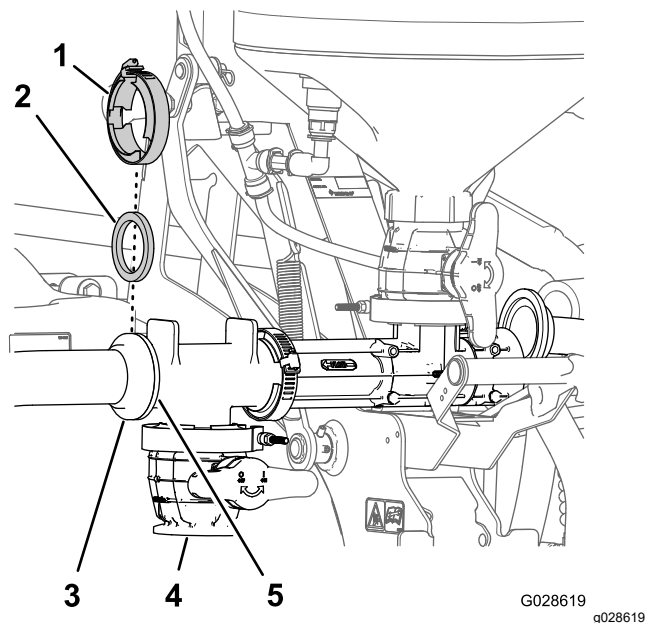

Figura 24
3. Aliniați fittingul cu flană al furtunului rezervorului cu flana față a fittingului de golire în T (Figura 24).
4. Fixai furtunul rezervorului la fittingul în T cu ajutorul unei garnituri și al clemăi cu flană (Figura 24).
5. Ridicați și coborâți ejectorul pentru a vă asigura că furtunul rezervorului nu se prinde pe alte părți ale pulverizatorului (Figura 24).